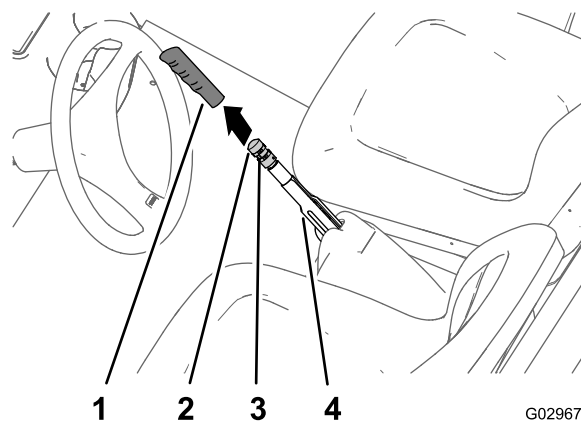

Figura 65
1. Retire a pega da alavanca do travão de estacionamento (Figura 65).
2. Desaperte o parafuso de ajuste que fixa o manípulo de ajuste do travão de estacionamento (Figura 65).
para engatar a alavanca do travã 1/2o de estacionamento (Figura 65).
- Aperte o parafuso de afinação 1/2o e instale a pega (Figura 65).
- Retire a pega da alavanca do travã 1/2o de estacionamento (Figura 65).
- Desaperte o parafuso de afinação 1/2o (Figura 65) que fixa o manípulo de ajuste do travã 1/2o à alavanca do travã 1/2o de estacionamento, desaperte o manípulo de ajuste do travã 1/2o.
- Rode o manípulo de ajuste do travã 1/2o (Figura 65) até que 133 a 156 N seja necessário para engatar a alavanca do travã 1/2o de estacionamento.